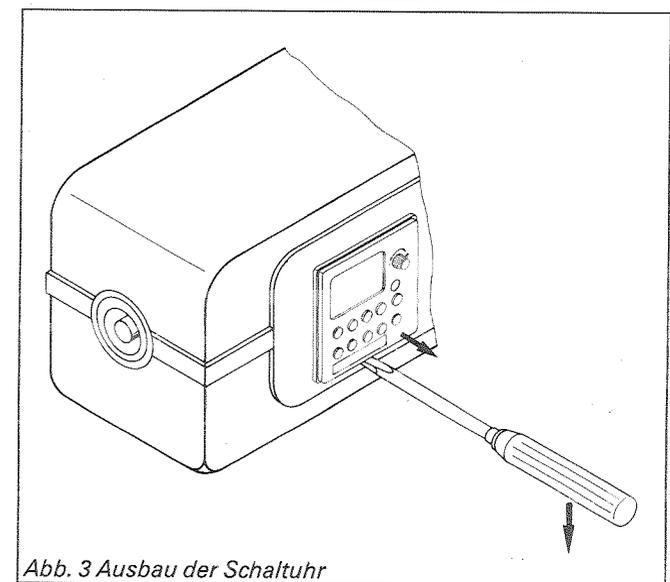

Abb. 3 Ausbau der Schaltuhr
3. Schaltuhr mit einem kleinen Schraubendreher nach vorn ausrasten (an der entsprechenden Aussparung unterhalb der Schaltuhr), und Schaltuhr herausziehen (Abb. 3).